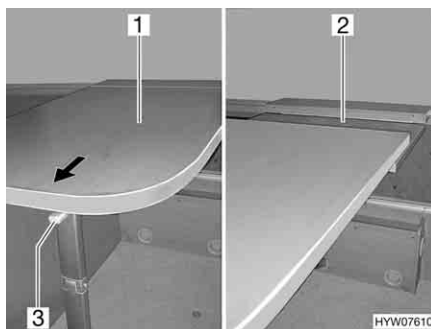

Fig. 72 Allungare il tavolo sospeso
- Sbloccare la leva di sicurezza (Fig. 72,3) sul lato inferiore del piano del tavolo.
- Sollevare il piano del tavolo (Fig. 72,1) leggermente in avanti e nella direzione della freccia fino all'arresto.
- Il piano prolunga inserita (Fig. 72,2) ruota verso l'alto.